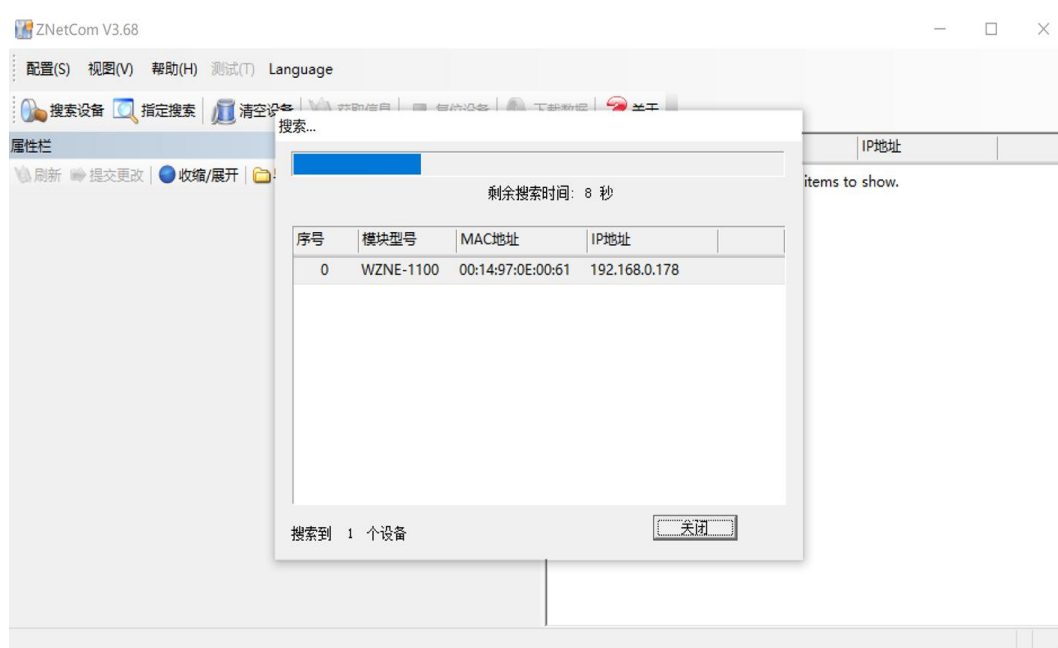

图 4.2 ZNetCom 软件搜索设备
4. 点击  搜索设备 出现如图 4.2 所示界面，可以获知模块 IP 地址。